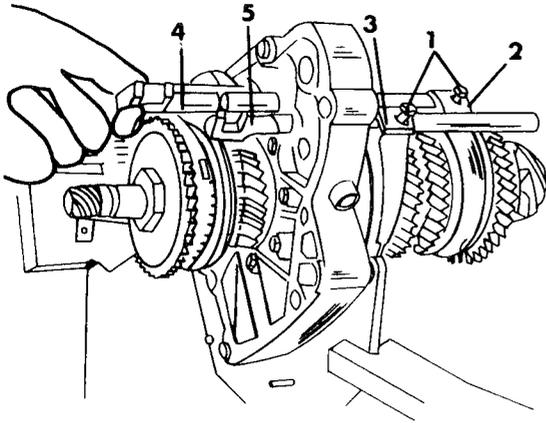

Bild 114
- Schaltschiene für den 5. und Rückwärtsgang ausbauen. Dazu die Schiene nach rechts verdrehen, um den Schaltfinger an der Welle und die Schaltgabel aus dem Eingriff zu bekommen. Das Ende der Schiene erfassen und durch das Lagerschild ziehen. Die Enden der Zentrierfeder für die Rückkehr der Schaltschiene werden dabei ebenfalls frei. Bei neueren Getrieben ist das Federgestänge (6) nicht mehr eingebaut.
- Schaltschiene für den 3./4. Gang herausziehen und die beiden Schaltgabeln aus den Rillen der Schiebemuffen für die Synchronkörper herausheben. Ein «O»-Dichtring ist an der Schaltschiene für den 3./4. Gang angebracht. Bild 114 zeigt die Befestigung der Schaltgabeln an den Schaltschienen.